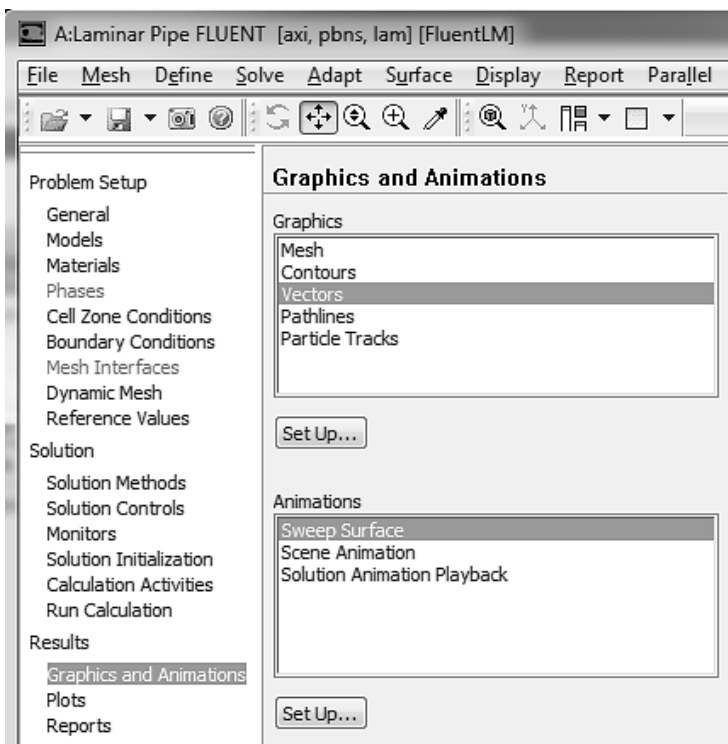

Рис. 1.58
- 2) В окне Graphics выбираем Vectors и ждем кнопку Set Up, рис. 1.58.